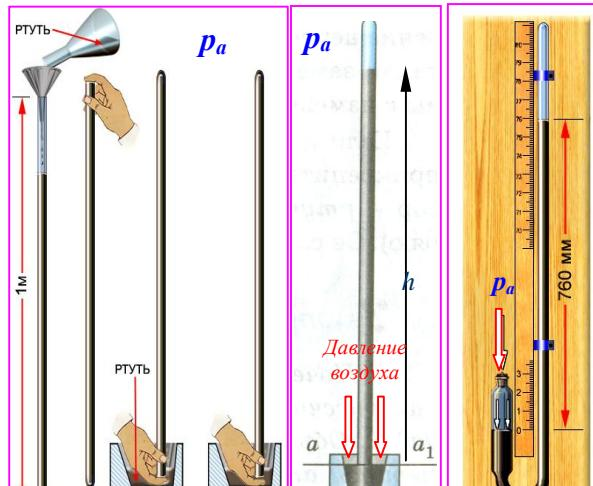

Рис. 54.3. Трубка Торричелли – стеклянная, запаянная сверху, заполненная и опущенная в ртуть.
Опыт Торричелли состоит в следующем: стеклянную трубку длиной около 1 м, запаянную с одного конца, наполняют ртутью. Затем, плотно закрыв другой конец трубы, ее переворачивают, опускают в чашку с ртутью и под ртутью открывают конец трубы (рис. 54.3). Часть ртути при этом выливается в чашку, а в трубке остается столб её около 760 мм.
Торричелли, предложивший описанный выше опыт, дал и его объяснение. Атмосфера давит на поверхность ртути в чашке. Ртуть находится в равновесии. Значит, давление в трубке на уровне aa_1 (рис. 54.3) равно атмосферному давлению. Если бы оно было больше атмосферного, то ртуть выливалась бы из трубы в чашку, а если меньше, то поднималась бы в трубке вверх.
5. Рассмотрите рис. 54.3. Ответьте на вопросы: